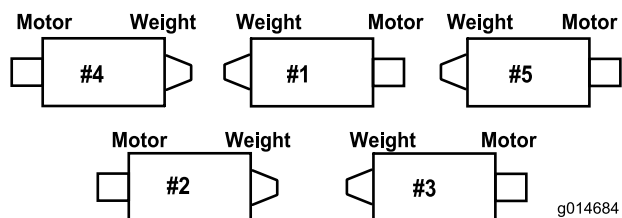
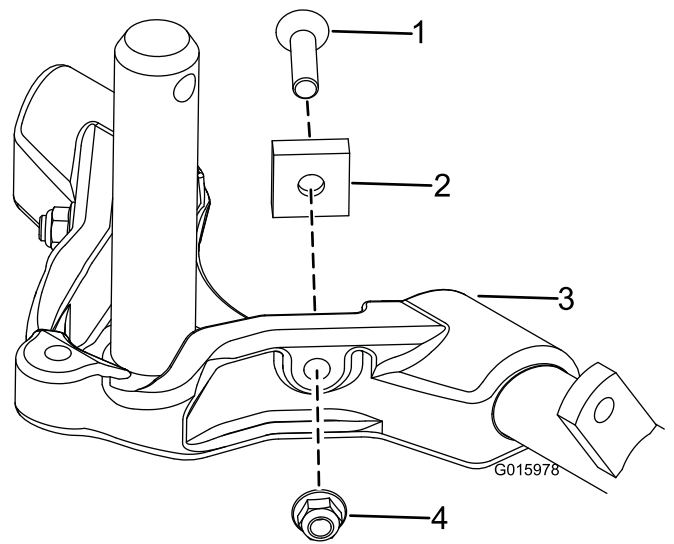

Figura 11
Figura 13
6. En unidades de corte de 69 cm solamente, aumente el alcance de la dirección de las unidades de corte traseras retirando los 2 espaciadores de pivote, tornillos allen y contratruercas con arandela prensada (Figura 13) de los bastidores de tiro de las unidades de corte traseras (N° 2 y N° 3) (Figura 11).